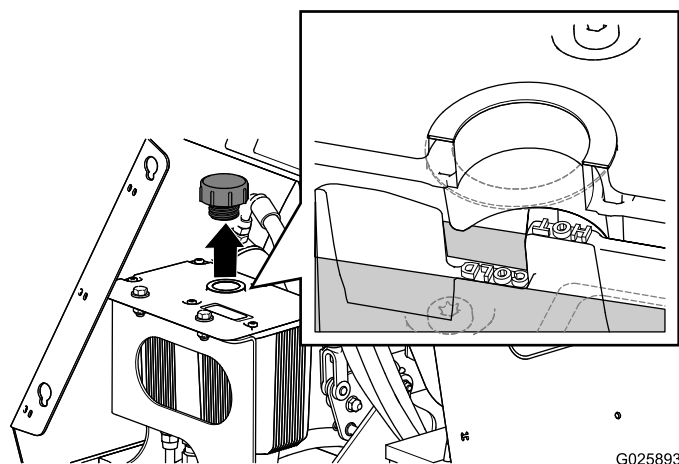

Figure 54
5. Nettoyez la surface autour du bouchon du réservoir hydraulique (Figure 54).
6. Enlevez le bouchon et contrôlez le niveau de liquide hydraulique dans le réservoir (Figure 54).
7. Au besoin, faites l'appoint de liquide hydraulique spécifié jusqu'à ce que le liquide couvre le repère du niveau à froid (**COLD**) sur la chicane (Figure 54).
8. Remettez le bouchon du réservoir hydraulique et serrez-le bien (Figure 54).